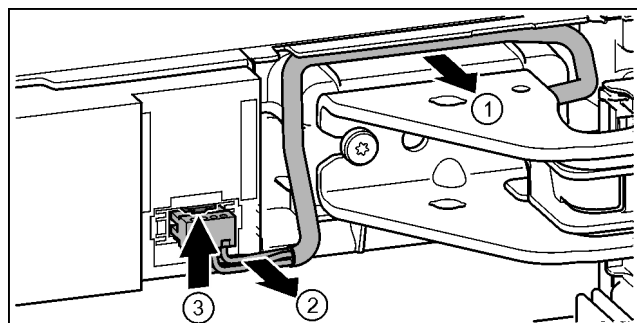

Fig. 18
- Suelte cuidadosamente el cable de la guía por el soporte de cojinete. Fig. 18 (1)
- Retire cuidadosamente los hilos de cable del canal. Fig. 18 (2)
- Presione la lengüeta hacia arriba y extraiga cuidadosamente el conector. Fig. 18 (3)